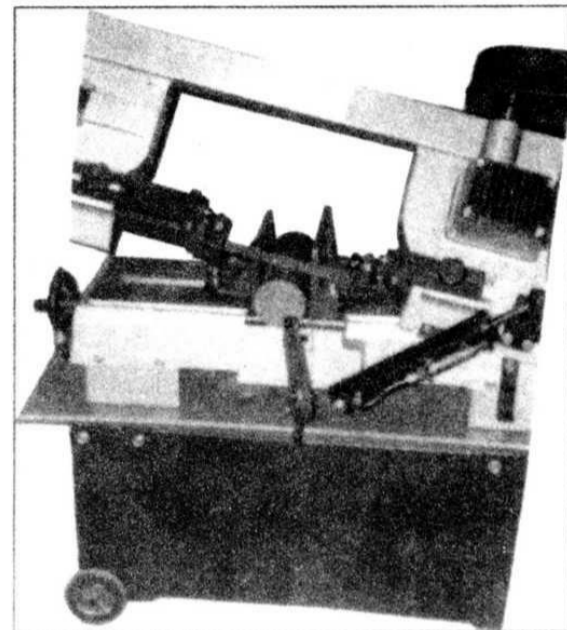

рис. 1
3. Вставьте колеса на оси и закрепите их штифтами. Согните штифты, чтобы зафиксировать их на месте (рис. 1).